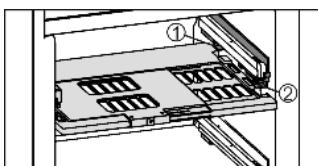

Fig. 13
- Установка пластины регулировки влажности: попречные ребра крышки на пластине вставить через низ в задний держатель Fig. 13 (1) и защелкнуть спереди на держателе Fig. 13 (2).